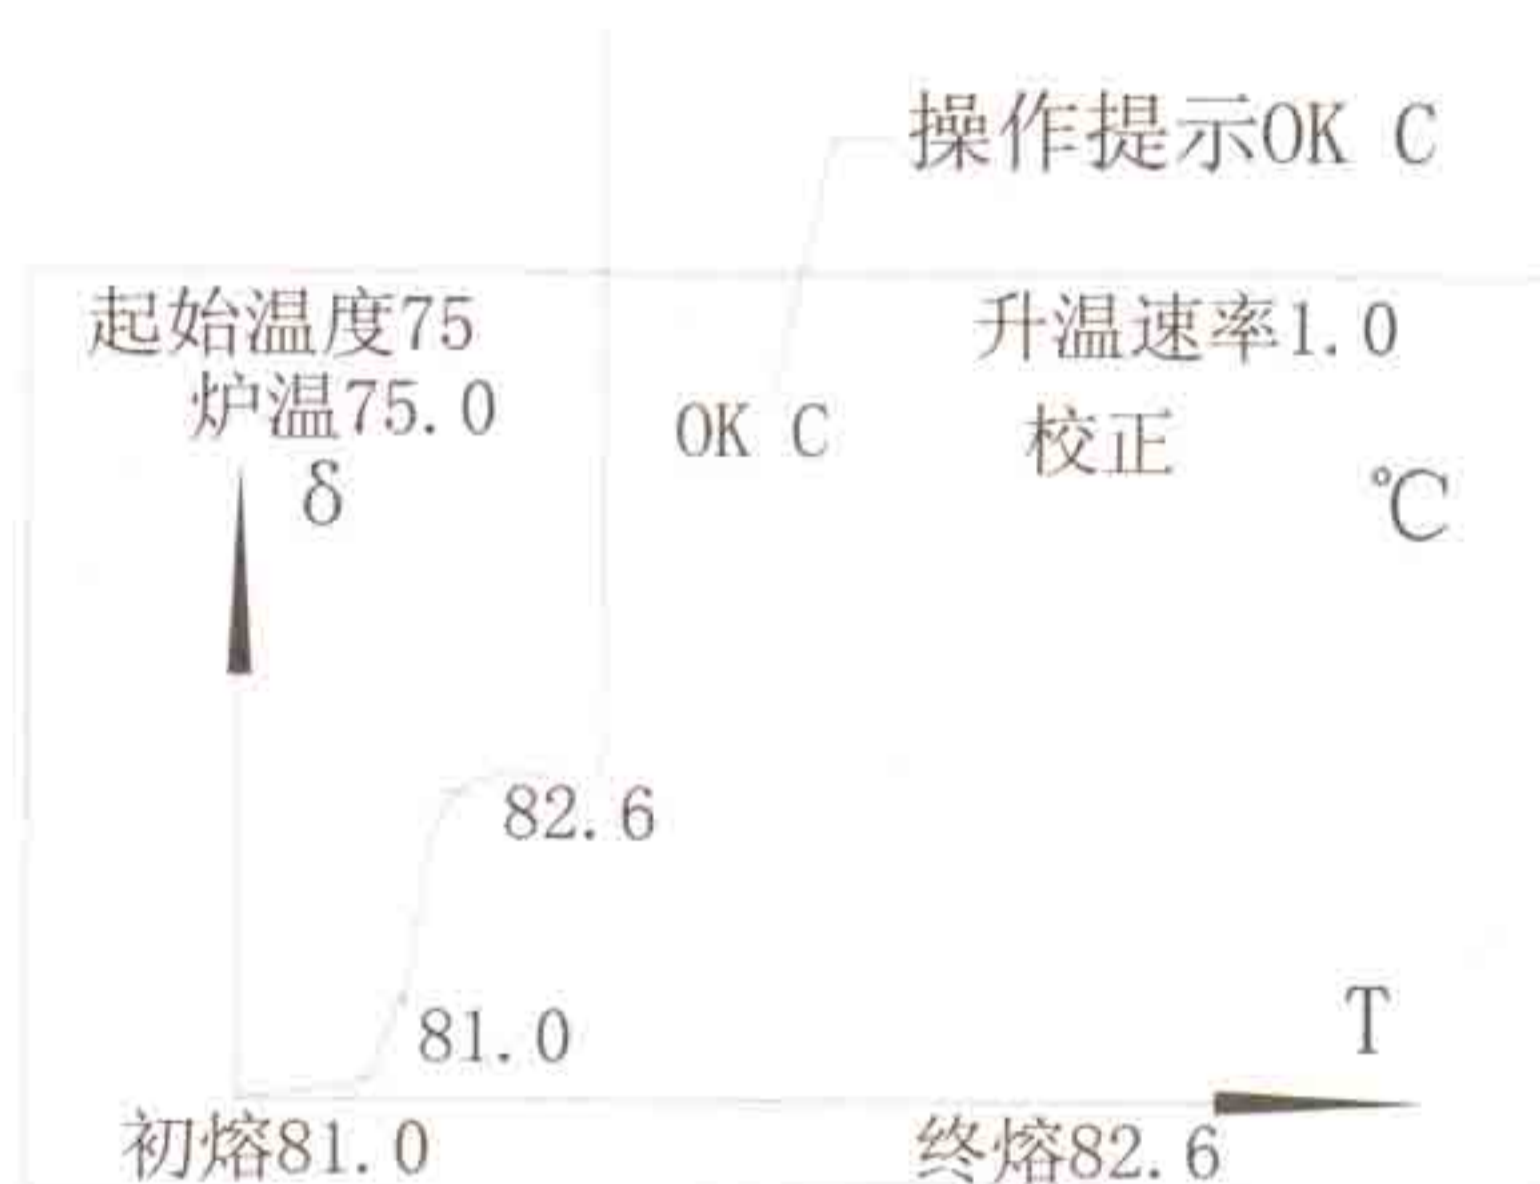

图 13
- ① 每测好一标准样品，操作提示处将显示“OK C”，由用户决定本次测量是否有效；
- ② 若曲线比较连续、熔距正常即可认为本次测量有效而选择 OK，按“←”键；（见图 13）